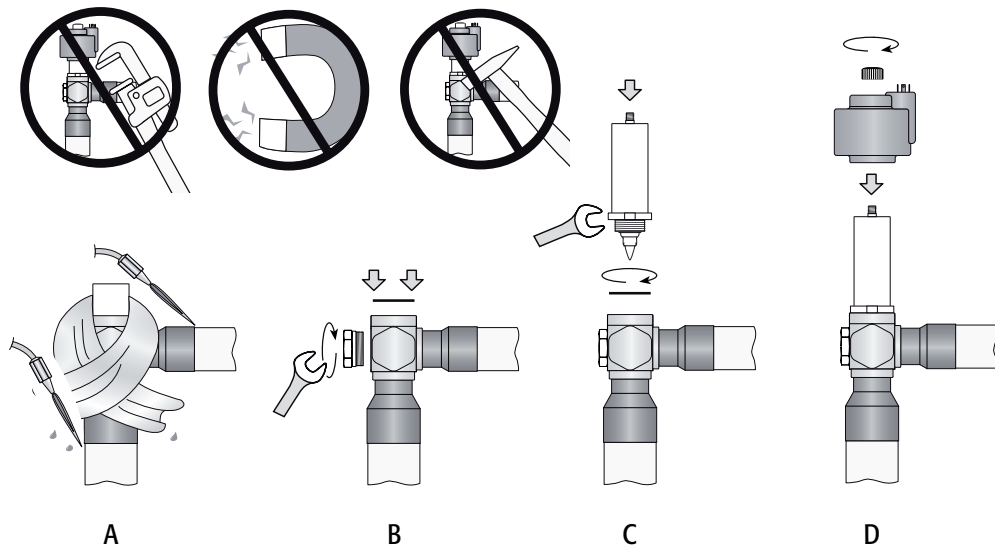

Fig. 4
Le valvole E4V devono essere saldate al circuito mediante brasatura dei raccordi in rame ai tubi di uscita condensatore (IN) e di ingresso evaporatore (OUT). Seguire la successione indicata in Fig. 4.
- 2) **Avvolgere uno straccio bagnato sul corpo della valvola** e procedere alla saldatura senza surriscaldarla orientando la fiamma verso l'estremità dei raccordi come da fig. 4 A (per una migliore brasatura senza alterare la tenuta della zona di saldatura tra corpo e raccordi utilizzare **lega con temperatura di fusione inferiore a 650 °C** o con tenore di argento superiore del 25 %).
- 3) A valvola fredda, avvitare sul corpo valvola la spia di flusso all'interno dell'apposito alloggiamento filettato (in linea con il raccordo trasversale) con una chiave esagonale da 27 mm verificando la presenza dell'O-ring (OR2081 -diametro interno 20.35 mm - spessore 1.78 mm - materiale: Neoprene) che ne garantisce la tenuta ermetica. Serrare la spia fino al raggiungimento del fine corsa meccanico del filetto (Fig. 4 B).
- 4) Utilizzare l'O-ring (OR3106 -diametro interno 26.64 mm - spessore 2.62 mm - materiale: Neoprene) presente nella confezione per poi inserirlo nell'apposita cava schiacciandolo con la pressione del dito. Verificare la corretta posizione dello stesso testandone l'adesione uniforme sul fondo della sede di tenuta (Fig. 4 B).
- 5) Avvitare nel corpo valvola la cartuccia in acciaio sull'apposito alloggiamento filettato con una chiave esagonale da 34 mm verificando la presenza dell'O-ring sulla cava il quale garantisce la tenuta ermetica. Serrare la cartuccia fino a quando l'O-ring non sia completamente schiacciato (Fig. 4 C).
- 6) Inserire il motore rosso sulla cartuccia fino a far fuoriuscire il perno filettato della stessa (Fig. 4 D)
- 2) **Wrap a wet rag around the body of the valve** and weld the fittings, without overheating the valve, aiming the flame at the end of the fittings as shown in Fig. 4 A (for better braze welding without affecting the seal of the weld between the body and the fittings, use **alloys with a melting temperature of less than 650 °C** or with a silver content higher than 25 %).
- 3) When the valve has cooled down, tighten the flow sight glass to the special threaded socket in the valve body (in line with the cross fitting) using a 27 mm Allen key, making sure the O-ring is fitted (OR2081 -inside diameter 20.35 mm - thickness 1.78 mm - material: Neoprene) to ensure hermetic tightness. Tighten the sight glass to the end of the thread (Fig. 4 B).
- 4) Insert the O-ring (OR3106 -inside diameter 26.64 mm - thickness 2.62 mm - material: Neoprene) included in the packaging into the corresponding opening, pressing it in by finger. Check the correct position of the O-ring by making sure there is uniform adhesion on the bottom of the seal seat (Fig. 4 B).
- 5) Tighten the steel cartridge to the special threaded socket in the valve body using a 34 mm Allen key, making sure the O-ring is fitted to ensure hermetic tightness. Tighten the cartridge until the O-ring is completely compressed (Fig. 4 C).
- 6) Insert the red motor on the cartridge until the threaded pin comes out (Fig. 4 D).